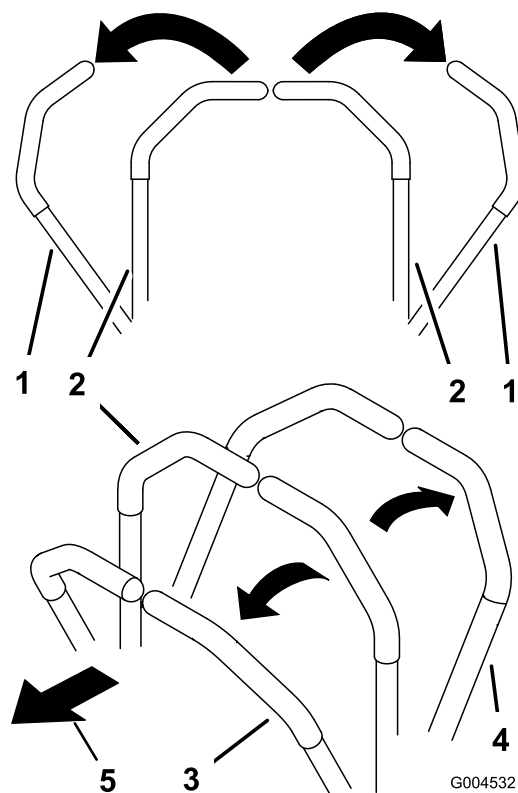

Рисунок 20
- Для перемещения прямо вперед передвиньте медленно вперед рычаги управления движением (Рисунок 20).
- Для перемещения прямо назад передвиньте медленно назад рычаги управления движением (Рисунок 20).
- Чтобы повернуть, сбросьте скорость машины, потянув назад оба рычага, затем нажмите вперед на рычаг, противоположной стороне, в которую требуется повернуть (Рисунок 20).